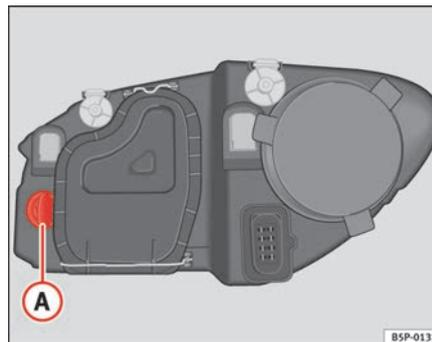

Abb. 163 Glühlampe für Blinker
- Die Fassung ⇒ Abb. 163 **A** nach links drehen und ziehen.